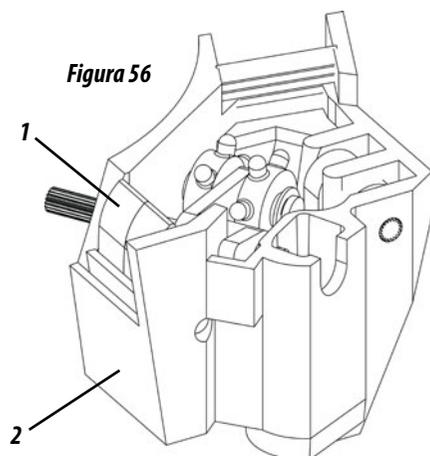

Figura 56
Em seguida, observe o funcionamento da caixa dosadora de semente (2), verificando a pressão da mola dos gatilhos (3), assegurando assim a máxima precisão na distribuição da semente, **conforme mostra a figura 56.**